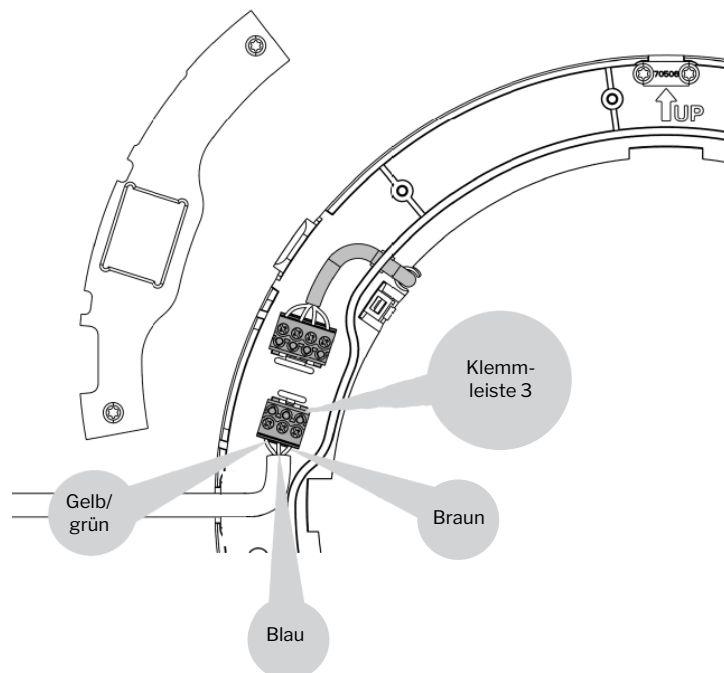

Abbildung 38 - Montage der linken Kabelzugangs
3. Das 230V-Kabel in der Klemmleiste 3 mit dem gezeigten Farbcode anschließen, siehe Abbildung 38 unten.